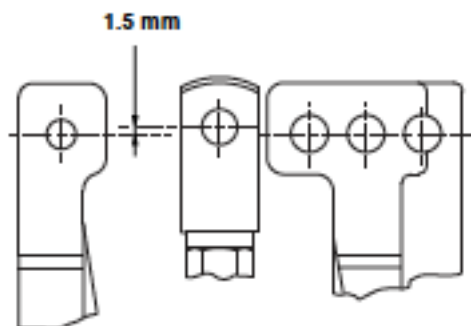

Figura 20 - Conecte o pré-juste da haste para a VariPak 28002 Cv Regulável
- 1,5 mm acima do alinhamento dos furos do pino no suporte do atuador (108) para a válvula VariPak 28002 C_v regulável (veja a figura 20).